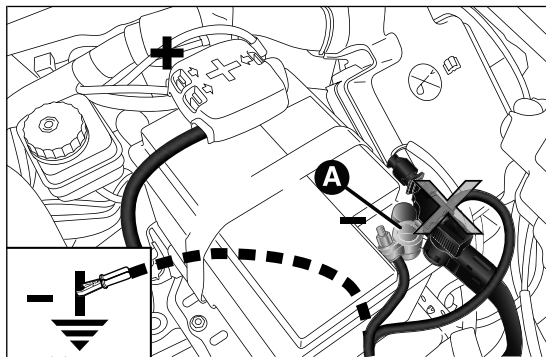

fig. 144
- ☐ conectar los bornes positivos (signo + cerca del borne) de las dos baterías con un cable adecuado fig. 144;